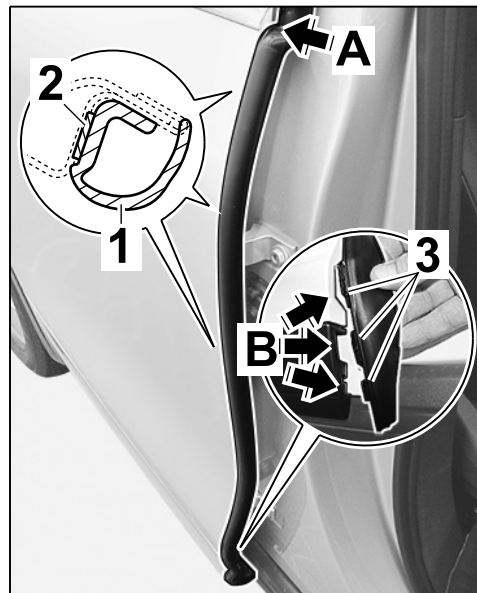

Рис. 10
- 5.1.1 Осторожно вынуть фиксаторы снизу ⇒ *Рис. 10 -3-* из накладки двери ⇒ *Рис. 10 -стрелки В-*.
⇒ *Рис. 10 -стрелка А-*
- 5.2.5 Смонтировать фиксатор уплотнителя стыка двери в накладку двери ⇒ *Рис. 10 -стрелки В-*.